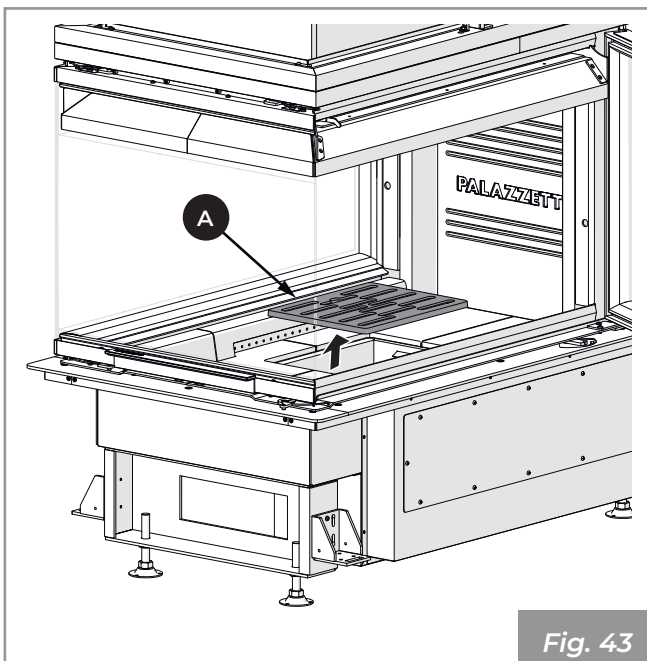

Fig. 43
- 1) S'assurer que la grille (A) (Fig. 43) soit libre de tout résidu de combustion pouvant obstruer le passage de l'air. La retirer et effectuer le nettoyage du foyer en utilisant une balayette (non fourni) en faisant convoyer les résidus de la combustion dans le tiroir des cendres. Faire attention aux braises qui brûlent.